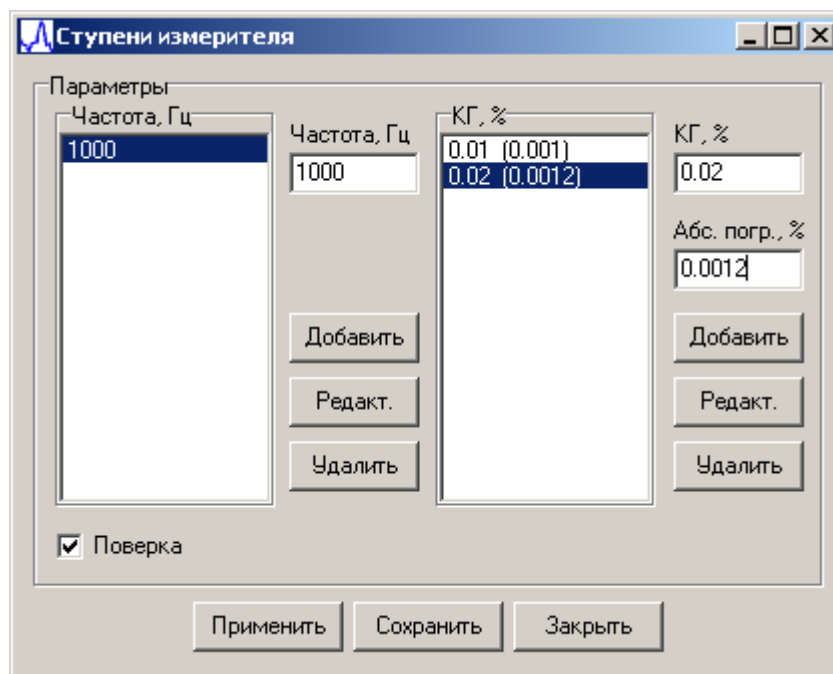

Рисунок 41. Добавление значений допустимой абсолютной погрешности воспроизведения Кг
6.5.2.5 В случае установленного флажка «Поверка» следует также указать в поле ввода «Абс. погр.,%» соответствующие значения допустимой абсолютной погрешности воспроизведения Кг поверяемым прибором, которые отобразятся в поле «КГ,%» в скобках (см. рисунок 41).